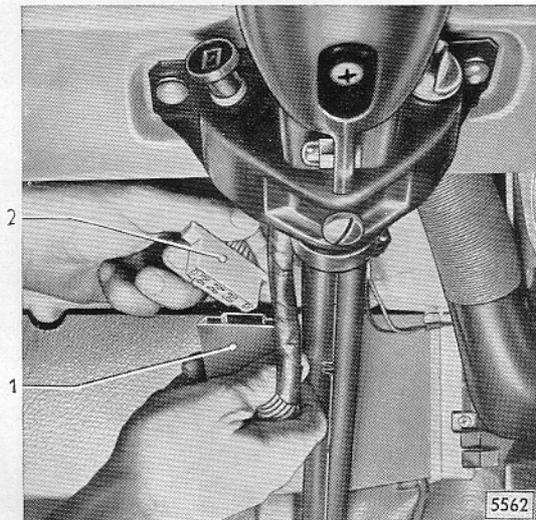

Bild B 14 - Beide Steckergehäuse voneinander abziehen
3. Sämtliche Kabel für Kabelsatz Signalschalter aus Steckergehäuse herausziehen (Bild B 14 und B 15).